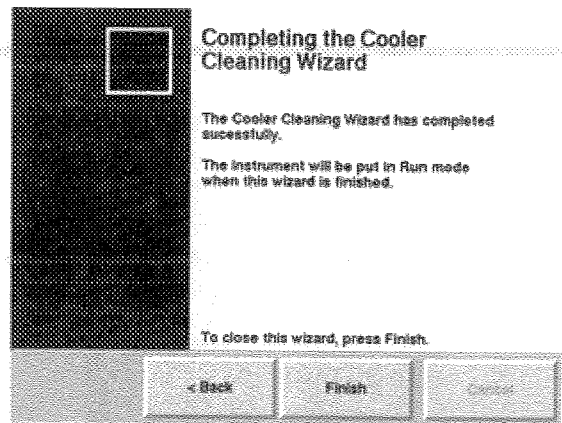

图 2-68 完成界面
(14)选择“下一步”按钮。向导将显示一条程序完成的信息(图 2-68)。选择“完成”按钮来退出向导并返回维护界面,或选择“上一步”按钮,向后退一步。